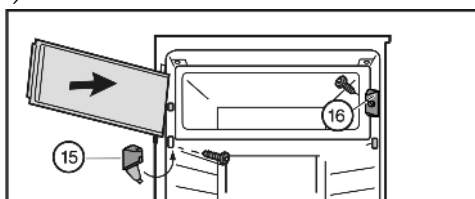

Fig. 7
► Verschlussstück Fig. 7 (16) montieren.
► Lagerbock Fig. 7 (15) montieren und Abdeckung zuklappen.